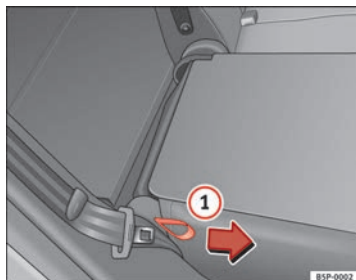

Fig. 99 Ribaltamento dello schienale dei sedili
- Tirare in direzione della freccia la maniglia flessibile che si trova su un lato del sedile ⇒ fig. 99 ① e fissare lo schienale.